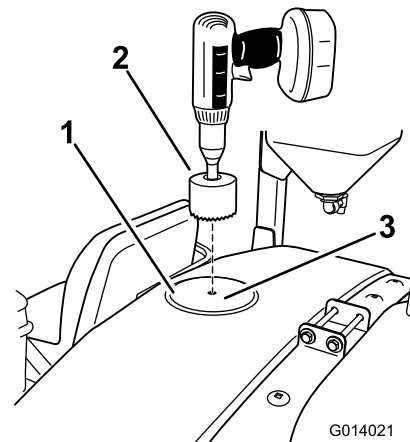

Figura 17
1. Localice la posición delantera en la parte superior del depósito según se muestra en Figura 17.
2. Utilice una broca de corona de 9 cm para perforar un taladro en el punto marcado (Figura 17).